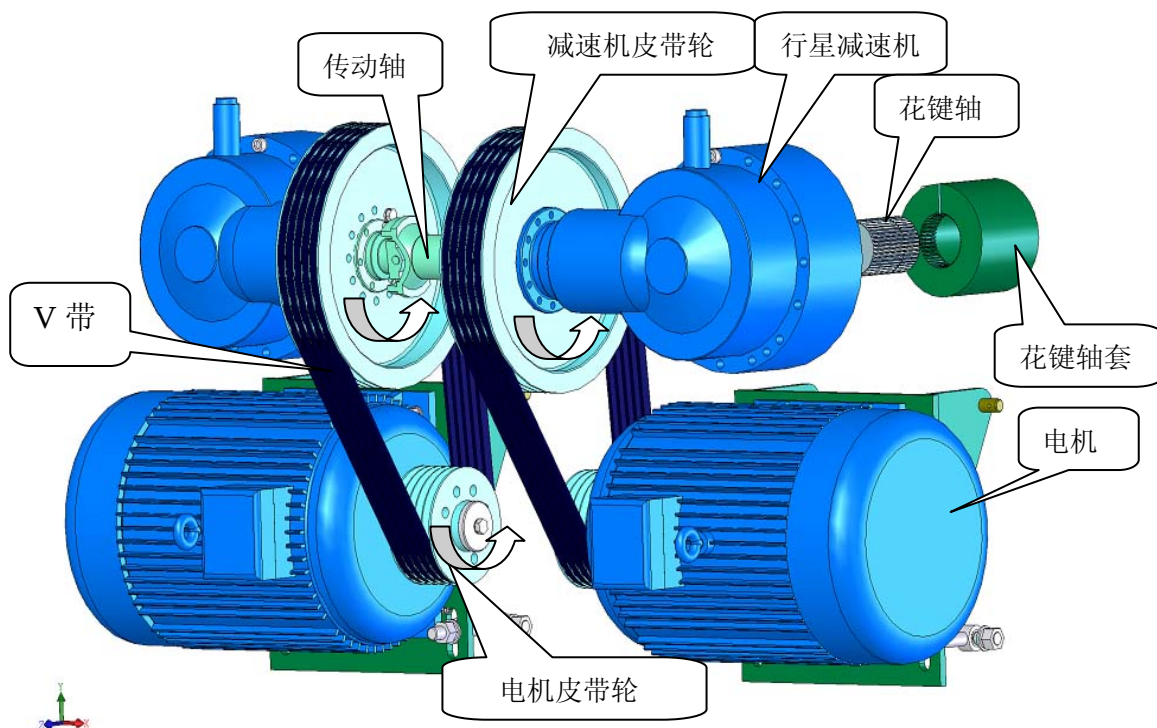

图 3 传动系统
如图 3 所示，搅拌机传动系统的主要构成为电机、电机皮带轮、V 带、减速机皮带轮、同步传动轴、行星减速机、花键轴、花键轴套以及皮带防护罩等。
- (1). 按图 3 正确摆放电机，V 带不装；
- (2). 按图 3 电机皮带轮箭头方向，单独正确接线；
- (3). 安装 V 带，左右电机皮带轮运行方向一致，同步运行。